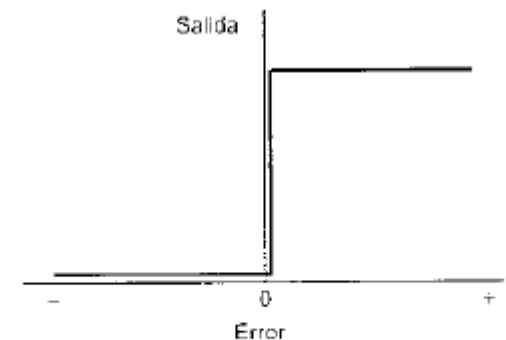

Figura 1.19 Modo de control de dos posiciones
- 1) Con el modo de control de dos posiciones, la señal de error de entrada al elemento de control es una salida de encendido o apagado, que se utiliza para encender o apagar al elemento de corrección (figura 1.19)